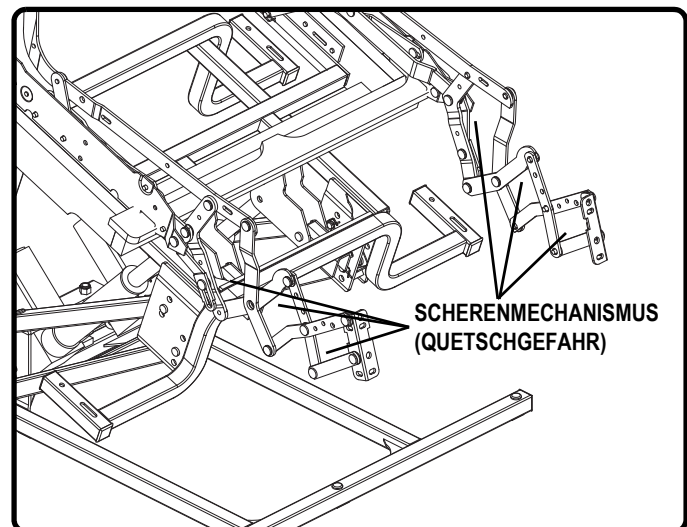

Abbildung 3.3 Scherenmechanismus
**Scherenmechanismus:** Durch Aus- oder Einziehen bringen Sie den Stuhl in die verschiedenen Liege-Stellungen (**Abb. 3.3**).